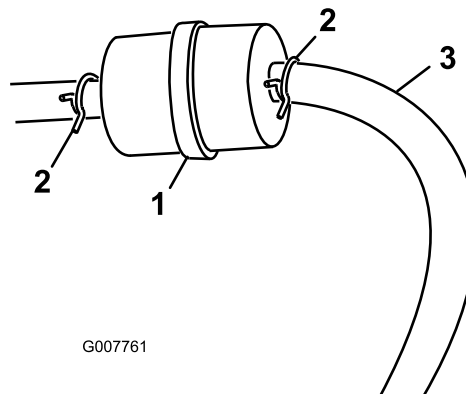

Figure 30
3. Pincez les extrémités des colliers et éloignez les colliers du filtre (Figure 30).
5. Posez un filtre neuf et rapprochez les colliers de fixation du filtre (Figure 30).
3. Desserrez le collier de serrage au niveau du filtre à carburant et éloignez-le du filtre en le poussant le long de la conduite de carburant (Figure 30).
4. Débranchez les conduites de carburant du filtre à carburant (Figure 30).
Remarque: Laissez couler le carburant dans un bidon ou un bac de vidange (Figure 30).
5. Raccordez la conduite de carburant au filtre. Rapprochez le collier de serrage du filtre pour fixer la conduite de carburant (Figure 30).